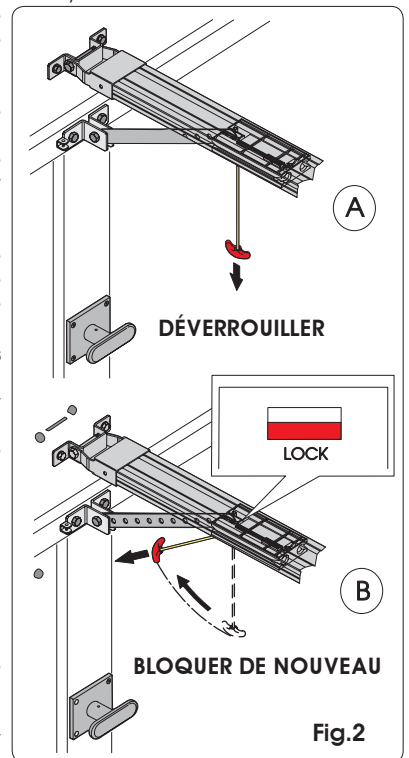

Fig.2
- Déverrouiller l'opérateur en tirant la poignée de déverrouillage vers le bas (Fig. 2 réf. A).
- Bloquer de nouveau l'automatisme en tirant la poignée horizontalement (Fig. 2 réf. B) et s'assurer qu'à la fenêtre "LOCK" sous le chariot est de couleur rouge, confirmant le réarmement correct.